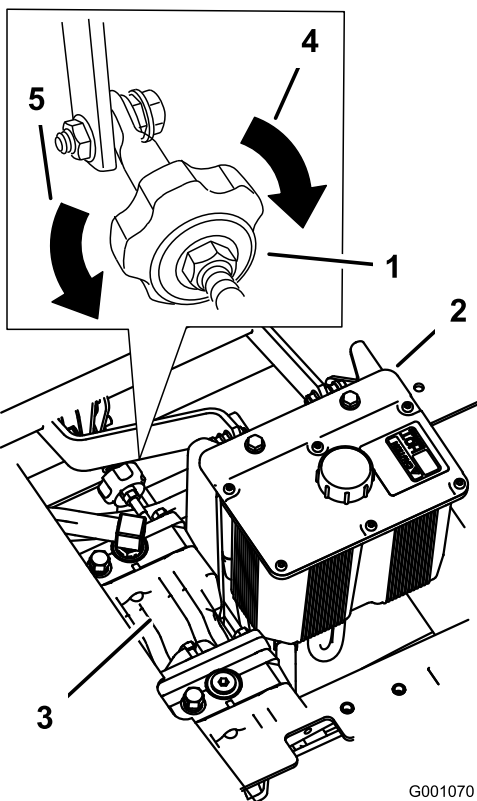

Figura 87
2. Ajuste la longitud de la varilla de la bomba girando el pomo, en el sentido apropiado, hasta que la rueda quede estacionaria o se mueva muy lentamente en marcha atrás (Figura 87).